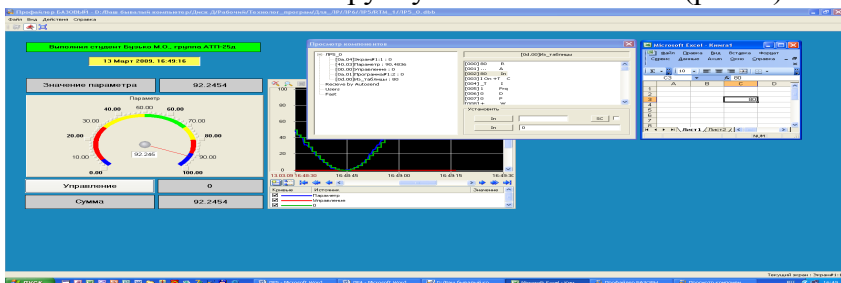

Рис. 9
4.2.10. Увести в чарунку СЗ новые значения (рис. 9).